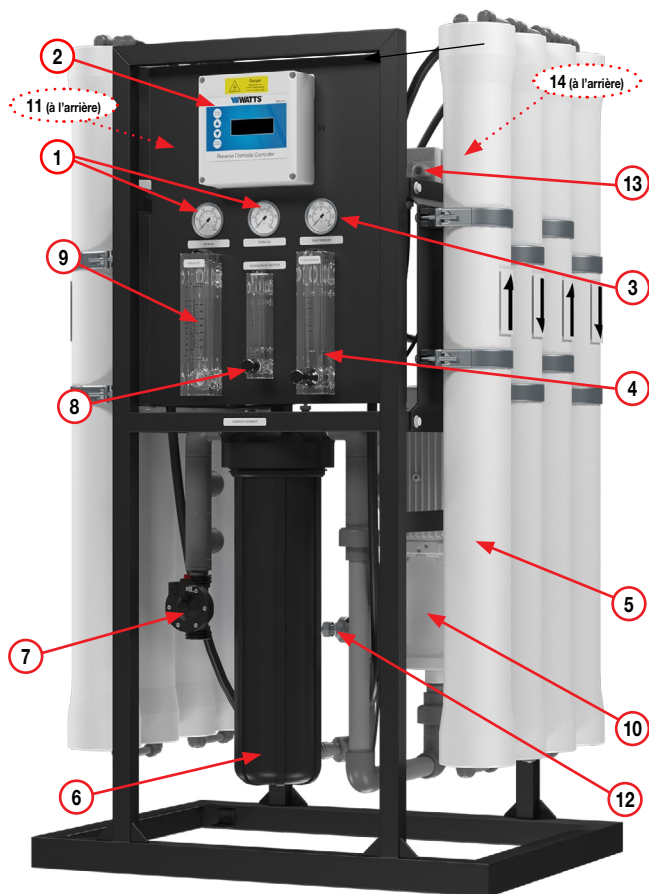

Figure 1
6. Vérifier qu'une cartouche de préfiltre est installée dans le boîtier. (Voir la Figure 1, article 6).
1. Raccorder la conduite d'eau d'alimentation prétraitée à l'entrée du préfiltre (Figure 1, article 7). Il devrait y avoir une vanne de 1 po étiquetée « ALIMENTATION ».
5. Ouvrez complètement la vanne de régulation de rejet (Figure 1, article 4).
6. Fermez complètement la vanne de régulation de recyclage des rejets (Figure 1, article 8).
7. Ouvrez complètement le robinet à soupape d'évacuation de la pompe (Figure 1, article 12) et le robinet d'arrêt de l'eau d'alimentation (Figure 1, article 7).
10. Réglez le robinet à soupape d'évacuation de la pompe (Figure 1, article 12) et les vannes de régulation de rejet (Figure 1, articles 2 et 3) jusqu'à l'obtention des débits désirés. La fermeture de la vanne de rejet augmente le débit du produit et diminue le débit de rejet. L'ouverture de la vanne de recyclage des rejets diminue à la fois le rejet et le débit du produit. La fermeture du robinet à soupape d'alimentation augmente la pression de service et réduit le débit d'alimentation. Voir les directives de débit et le tableau de correction de la température dans l'annexe pour déterminer les débits pour différentes températures de fonctionnement.